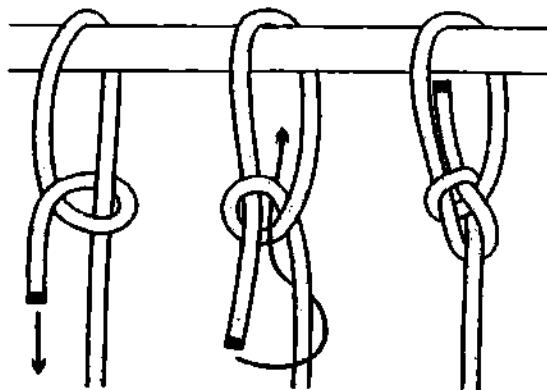
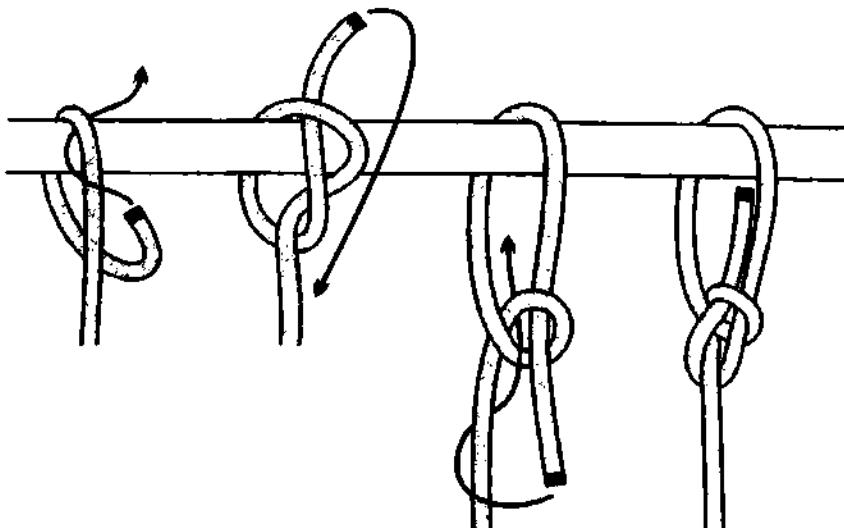

Рис. 298. Петля вяжется из *простого полуштыка*.
Рис. 299. Завязывание булиня из *простого узла*.
**4-й способ вязки беседочного узла.** Завязывание булиня на опоре из *простого полуштыка* (рис. 298) или *простого узла* (рис. 299). Этим способом удобно привязывать лодки.